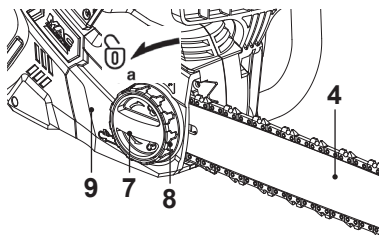

Fig. 8
2. Desaperte ligeiramente a roda de bloqueio (7).
3. Rode a roda tensora (8) até que as “abraçadeiras” da corrente estejam em contacto com a extremidade inferior da lâmina (4) (Fig. 8, 9).